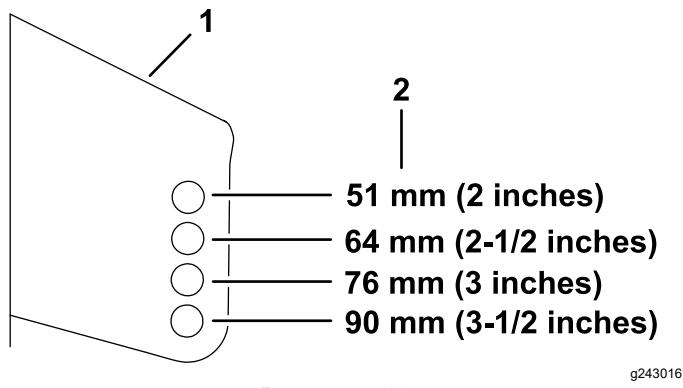

Рисунок 30
5. Установите валики в одно из следующих положений, показанных на Рисунок 30.